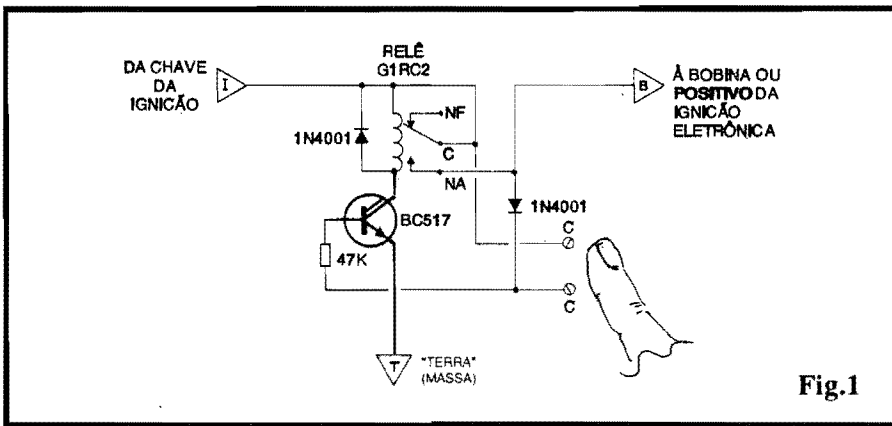

Fig.1
- FIG. 1 - DIAGRAMA ESQUEMÁTICO DO CIRCUITO - Todo o “truque” se resume na inserção, após a chave convencional de ignição (no percurso da alimentação positiva de 12 VCC ao sistema de partida e ignição, não importando se esta é do tipo “normal” ou eletrônico...) de um par de contatos NA (Normalmente Aberto) de um relê comum (capaz de manejar confortavelmente cerca de 10A, Corrente suficiente para a finalidade...). Dessa forma, apenas quando já foi efetuado o primeiro “meio giro” da chave de ignição (ligação do sistema elétrico geral do carro...), o tal contato Normalmente Aberto poderá ser “fechado”, a partir do toque de um dedo sobre os pontos metálicos “C-C”... Nesse momento, a pequena Corrente que transita pela Resistência da pele do operador, e também através do resistor de 47K, torna-se suficiente para polarizar o poderoso (em termos de ganho...) transistor Darlington BC517, levando-o à saturação, com o que sua Corrente de coletor poderá energizar a bobina do referido relê (o “velho” diodo em “anti-paralelo” com a dita bobina, protege o transistor contra “chutes” de Tensão ocorridos nos momentos de chaveamento...). Uma vez fechados os contatos NA, o setor de partida e ignição do carro torna-se operacional, enquanto que o segundo diodo (1N4001) se encarrega de manter o BC517 polarizado (via resistor de 47K), assegurando a permanência da energia, até que a chave convencional de ignição seja desligada, retornando todo o sistema ao ponto “zero”!